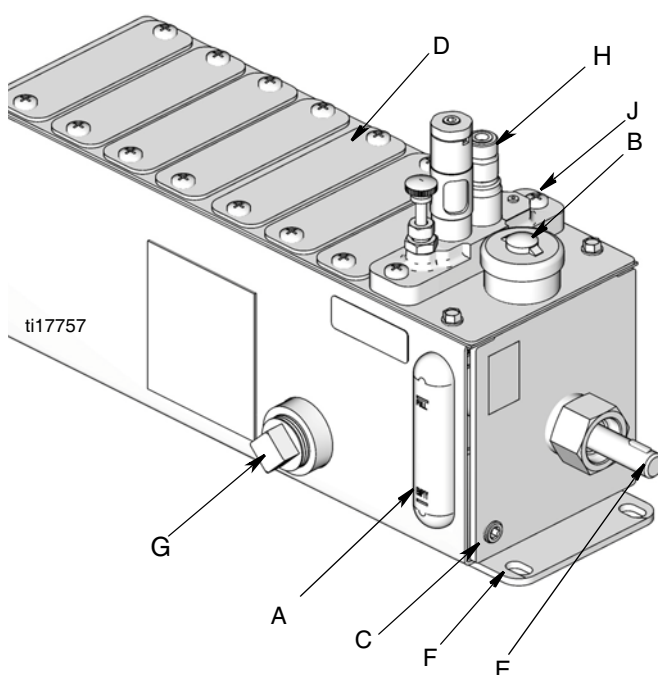

FIG. 1
Le lettere di riferimento utilizzate nelle seguenti istruzioni fanno riferimento a FIG. 1.
- a. Drenare il serbatoio rimuovendo il tappo di drenaggio (C) (FIG. 1). Smaltire l'olio secondo tutte le normative relative alla sicurezza applicabili.
- d. Sostituire le unità di pompaggio. Serrare le viti di montaggio (J) a una coppia di 110 in. lb $\pm$ 10 in. lb. (12,43 N.m $\pm$ 1,13 N.m).
- e. Applicare del sigillante per filettature (fornito dall'utente) sul tappo di drenaggio (C) (FIG. 1) e posizionarlo nuovamente. Applicare una coppia di 35 in. lb $\pm$ 5 in. lb. (3,95 N.m $\pm$ 0,6 N.m).